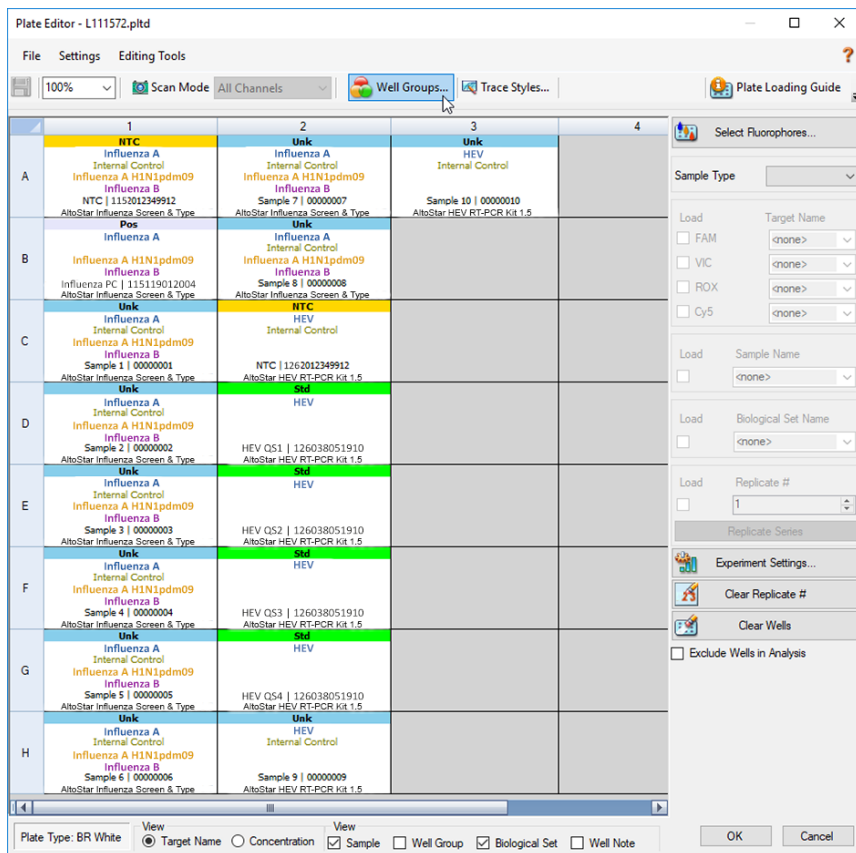

Figura 1: Cuadro de diálogo Plate Editor (editor de placa)
1. En la ventana Análisis de datos, haga clic en el botón **Plate Setup** (configuración de la placa) en la barra de herramientas y seleccione **View/Edit Plate** (ver/editar placa). Se muestra el cuadro de diálogo Plate Editor (editor de placa) (consulte la figura 1).